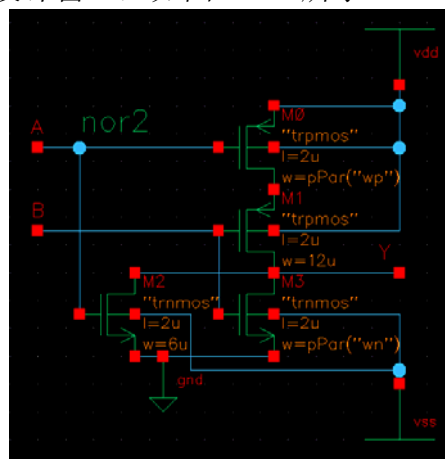

图 13.3b 2nor 电路图
- ② 绘制 2nor 电路草图如图 13.3b 所示, 对比电路图与版图之间的联系, 从电路图看懂版图, 相应地从版图看懂电路图。
- ③ 在 LSW 窗口中, 查看每一层版图 (poly、metal1、ndiff、pdiff、nwell、contact 等), 与所学 CMOS 工艺对比, 理解每一层版图所对应的制造工艺。
- ④ 与 nand2 对比, 掌握 CMOS 型电路的版图互连方法。
- ⑤ 熟记 2nor 单元版图。